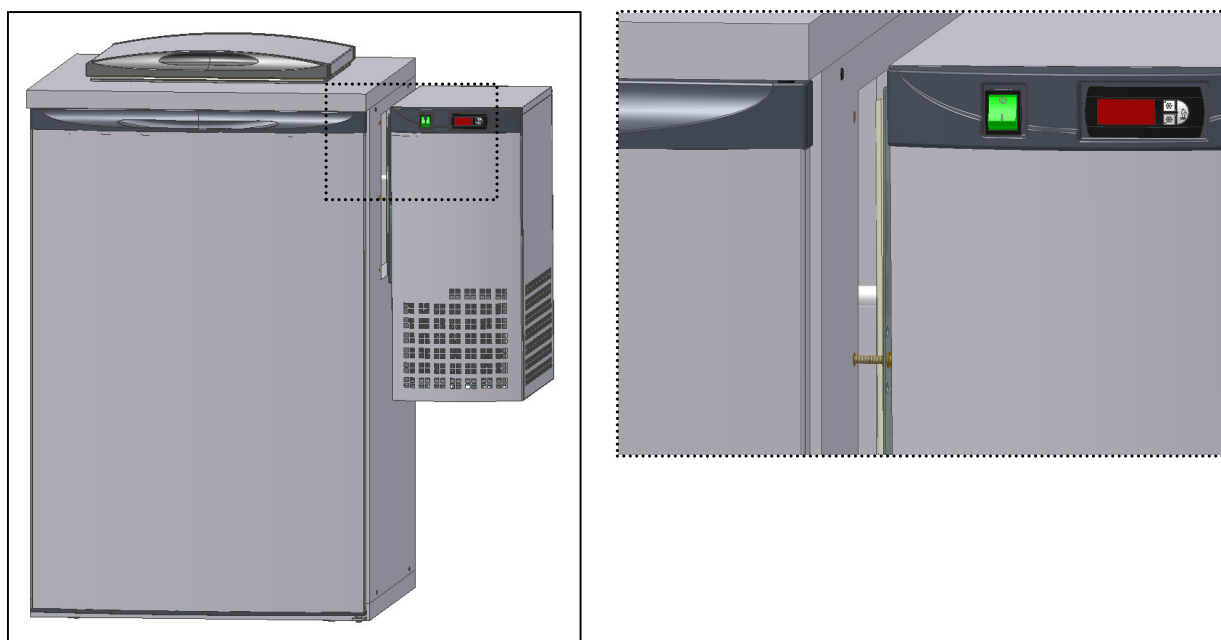

Fig. 13
- Colocal el **V6** en la abertura del panel lateral derecho, encajar los pernios en las perforaciones (Fig. 13);